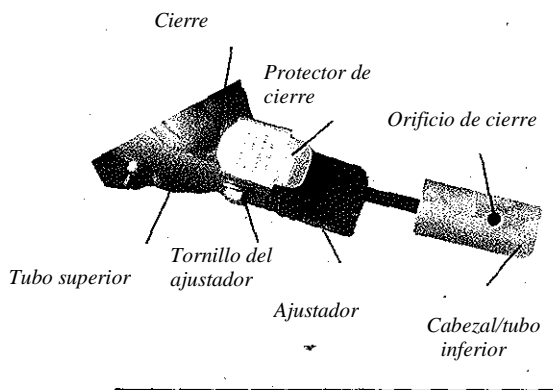

Imagen 12
- 3 – Libere el cierre e inserte el cabezal/tubo inferior en el ajustador hasta el tope. Suelte el cierre. Mueva el tubo superior de un lado a otro hasta asegurarse que ha encajado bien en el cierre del ajustador. Ver Imagen 12.